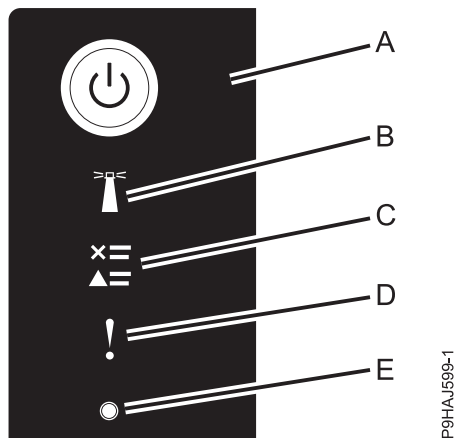

Figura 7. LEDs do Painel de Controle
3. Pressione o botão power (**A**) no painel de controle, conforme mostrado na Figura 7 na página 12.